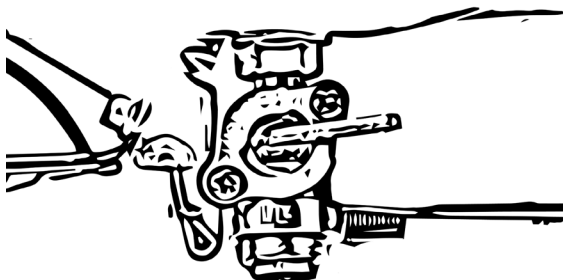

Figure 25
- Mettez le robinet de carburant sur OFF, fig. 25.